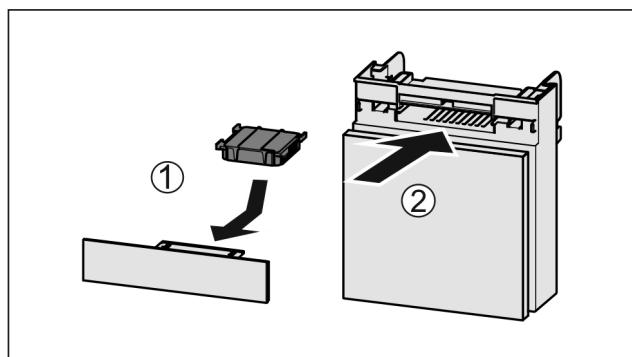

Fig. 109
- Поставете Fig. 109 (1) филтъра с активен въглен, както е показано на фигурата.
- Вкарайте Fig. 109 (2) отделението.